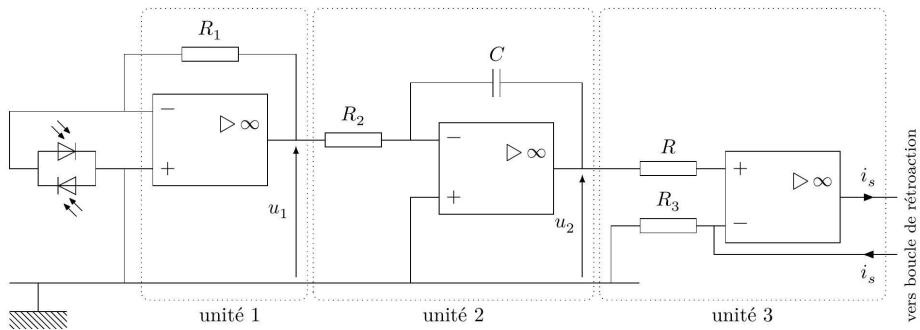
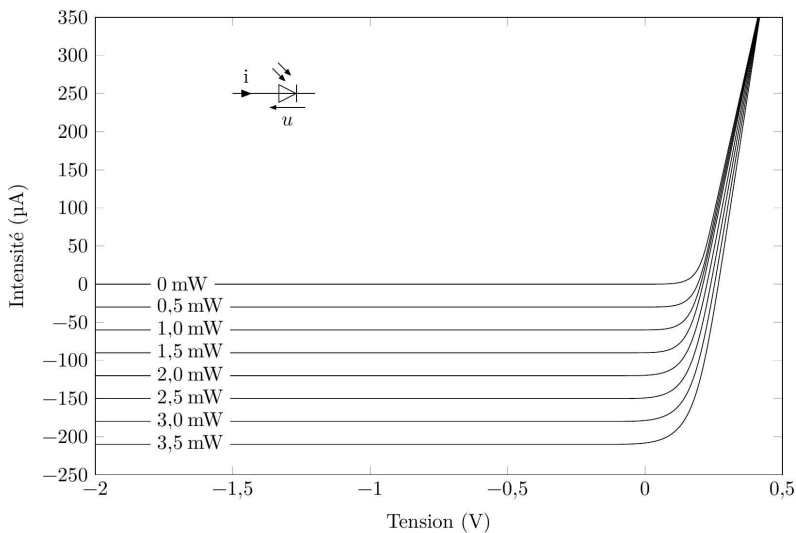

Figure 4 Module électronique
Figure 5 Caractéristique d'une photodiode
**III.B.3)** On s'intéresse dans cette série de questions au module électronique de la sonde. On propose le montage dont le schéma est donné figure 4, le module électronique étant constitué de l'association des trois unités entourées en pointillés. Chacune de ces 3 unités comporte un ALI supposé idéal et fonctionnant en régime linéaire. On note la présence de 4 résistances  $R$ ,  $R_1$ ,  $R_2$  et  $R_3$ , ainsi que d'un condensateur de capacité  $C$ . On donne par ailleurs en figure 5 la caractéristique intensité-tension d'une photodiode pour différentes puissances lumineuses reçues pour une longueur d'onde donnée (1140 nm).